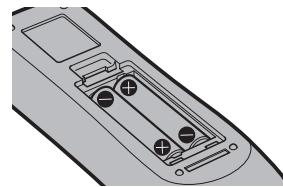

図2
2) 電池を入れ、ふたを閉じる（●側から先に入れます）（図2）